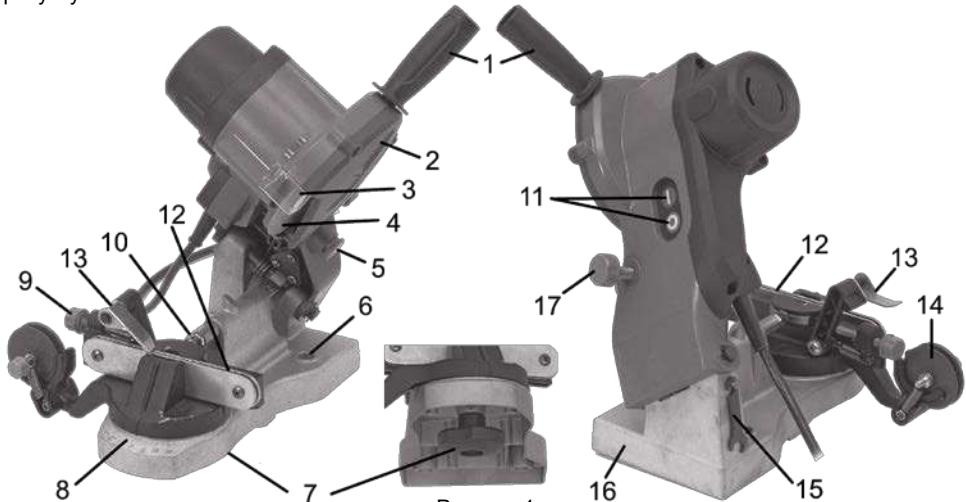

Рисунок 1
Ретельно очистіть ланцюг перед заточуванням від тирси, бруду і мастила. Перевірте стан і надійність кріплення абразивного диска (4, рис. 1) і захисного кожуха (2, рис 1). Під'єднайте станок до мережі електропостачання. Перевірте справність роботи кнопок управління (11, рис 1) і двигуна станка короткочасним увімкненням на холостому ходу.
4.4.1 Послабте фіксатор (7, рис. 1 та 5), встановіть поворотний стіл у нейтральне положення так, щоб стрілка покажчика знаходилася навпроти значення «0» (8, рис. 1 та 3), затисніть фіксатор (7). Послабте контргайку (18) та гвинт фіксації ланцюга (10), щоб розтиснулися напрямні (12, рис. 1 та 3) вузла фіксації ланцюга. Встановіть ланцюг напрямними ланками в паз струмка напрямної опори (12) вузла фіксації ланцюга таким чином, щоб зубці ланцюга заточеними краями були спрямовані вправо. Переконайтесь в тому, що ланки ланцюга вільно звисають та не чіпляються за сторонні предмети і не торкаються електродротів.
4.4.2 Не вмикаючи двигун станка, візьміть за рукоятку (1, рис. 1), натисніть на кнопку швидкого налаштування глибини заточування (5, рис. 1) і підведіть точильну головку з абразивним диском (4) впритул до ланцюга так, щоб диск потрапив у проточення перед робочою поверхнею різальної кромки зуба ланцюга, відпустіть кнопку (5). Притискаючи точильну головку за рукоятку до обмежувача, обертанням гвинта обмежувача глибини занурення заточувального диска
4.4.4 Увімкніть виріб, акуратно підведіть абразивний диск до ланцюга, за допомогою гвинта регулювання положення відкидного упору (9, рис. 1 та 3) встановіть необхідну величину зняття металу з передньої поверхні різальної кромки зубця, який загострюється, зафіксуйте це положення контргайкою гвинта. Поверніть заточувальну головку у вихідне положення. Послабте напрямні опори вузла фіксації ланцюга (12) гвинтом (10) для розблокування ланцюга. Зробіть позначку на перший заточений зуб ланцюга маркером або фломастером.